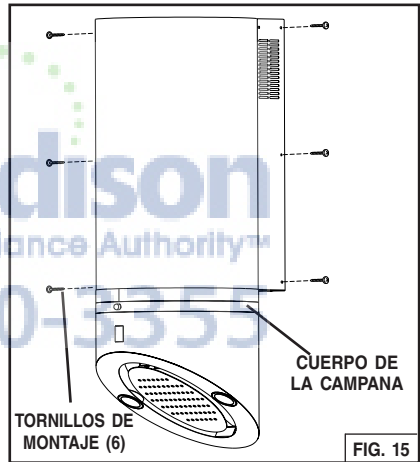

FIG. 15
3. Separe el cuerpo de la campana del marco del soplador destornillando los seis (6) tornillos de montaje (Fig. 15). Retire el marco del soplador de la tabla de envío.